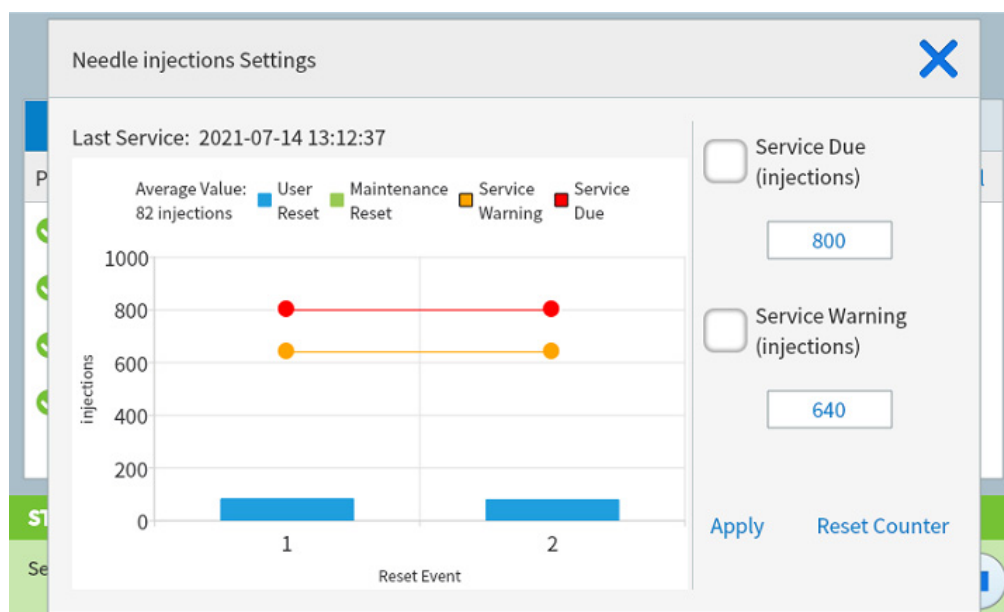

Figure 47. Boîte de dialogue Paramètres
- 2 Sélectionnez la liste **Composant** du compteur que vous voulez modifier. La boîte de dialogue comprend un graphique de tendance pour les événements de réinitialisation passés pour ce compteur. Voir **Figure 47**.